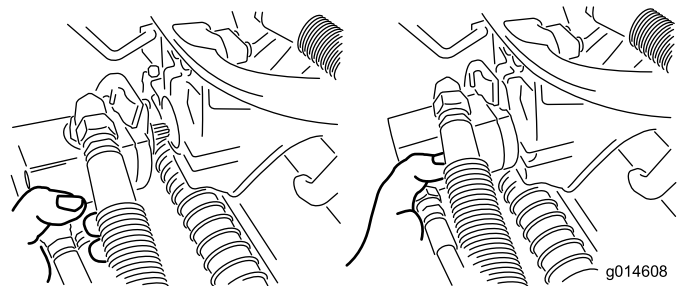

図 33
3. 外したモータは、サスペンションアームの前方にある一時保管位置にセットしておく(図 33)。